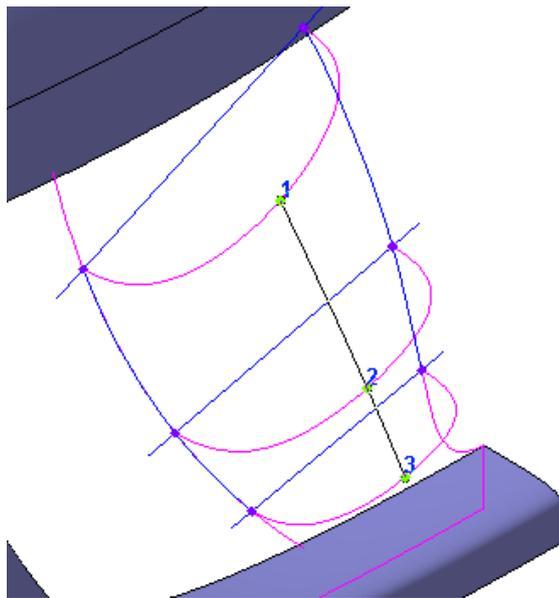

Рисунок 38.
- Нажмите кнопку Создать объект .(рис.38).